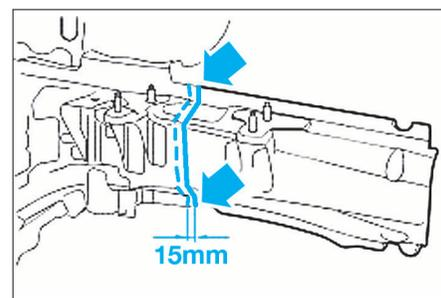

FIG. 21
- Découper la partie intérieure du longeron (Fig.21).